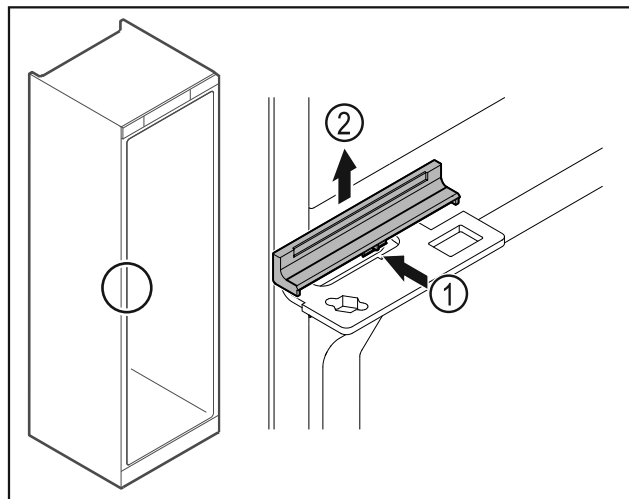

Fig. 48
- ▶ Kryt Fig. 48 (1) uprostřed mírně stiskněte a vyjměte směrem nahoru Fig. 48 (2).